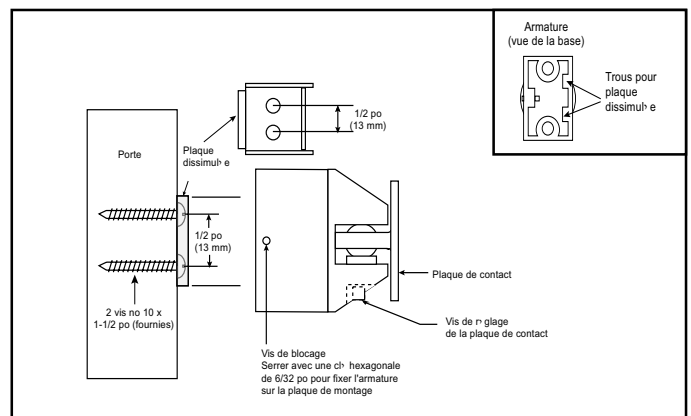

Figure 6. Fixation avec plaque dissimulée (Série 1504 illustrée)
- b. **Montage avec plaque dissimulée (Fig. 6).** Marquez deux points, pour des trous de 1/8 po, à une distance de 1/2 po l'un de l'autre et centrés par rapport aux points marqués à l'étape 3. Marquez ces nouveaux points au pointeau et percez dans chacun un trou de 1/8 po de diamètre sur 1-1/4 po (32 mm) de profondeur. Fixez la plaque dissimulée au moyen des deux vis n° 10 x 1-1/2 po fournies.